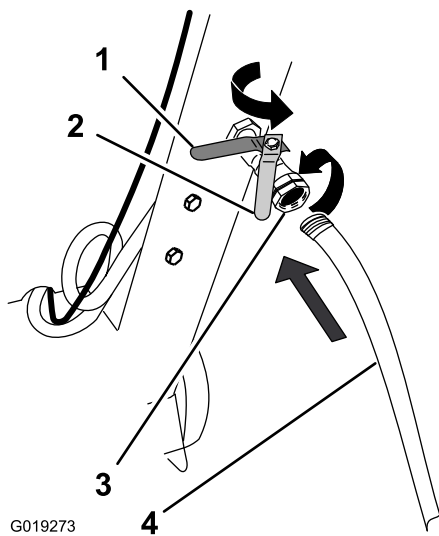

Figura 28
2. En la parte trasera de la máquina, por debajo de la consola del operador, localice la válvula de cierre de agua y el acoplamiento (Figura 28).
7. **Para cortar en húmedo** gire la palanca de la válvula de cierre de agua a la posición de Abierto (Figura 28).
3. **Para cortes en húmedo** gire la palanca de la válvula de cierre de agua a la posición de Cerrado (Figura 28).